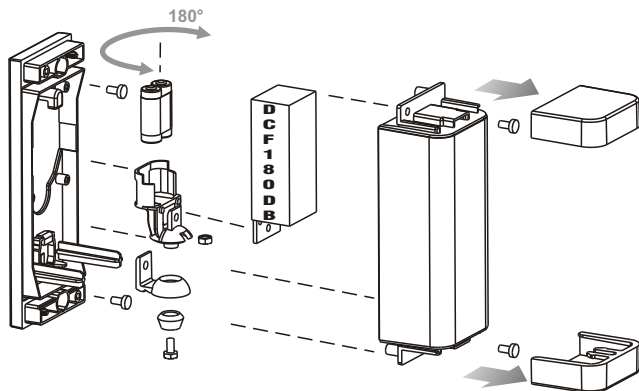

FIG. 1
Effectuer les branchements comme indiqué sur la **Fig. 1 (RX) Fig. 2 (TX)**. Fixer la cellule photoélectrique et l'alimenter avec une tension comprise entre 12 et 24 Vac-dc. Alimenter la cellule photoélectrique et agir sur cette dernière pour la prise d'angle désirée. Couvrir la cellule photoélectrique à l'aide du panneau avant et fixer ce dernier à l'aide des vis fournies en équipement. Couper le rayon plusieurs fois et contrôler la bonne réponse du relais.
De aansluitingen uitvoeren zoals aangegeven in **Fig. 1 (RX)** **Fig. 2 (TX)**. De fotocel bevestigen en voeden met een spanning begrepen tussen 12 en 24 Vac-dc. De fotocel voeden en draaien om de gewenste hoek te vinden. De fotocel afdekken met de voorzijde en deze laatste vastzetten met de bijgeleverde schroeven. De bundel meermaals onderbreken om de controleren of de relais correct werkt.